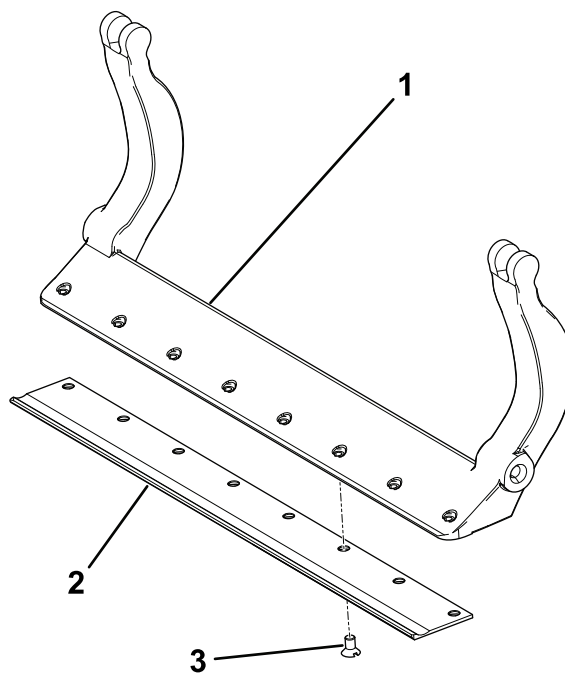

Bild 34
3. Tragen Sie Gewindesicherungslack auf die Schrauben auf und befestigen Sie das Untermesser wie folgt (Bild 34):